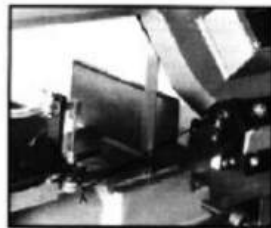

Fig.4
2. Posizionare la squadra del macchinista sul tavolo accanto alla lama come raffigurato nella Fig.4.